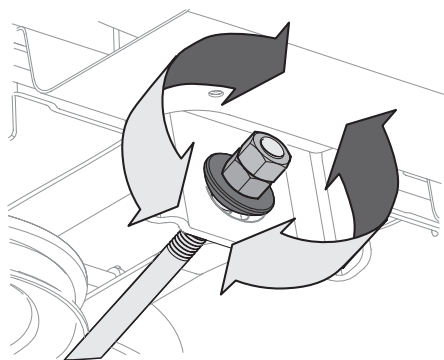

Figura 29
- Para **elevar** el frente de la plataforma, afloje la tuerca exterior y luego apriete (rosca hacia adentro) la tuerca interior contra el soporte de suspensión delantera. Consulte la Figura 29. Cuando se logre el torque correcto, vuelva a apretar la tuerca exterior hasta 25-30 pies-libras (34-41 N·m).
- Para **bajar** el frente de la plataforma, afloje la tuerca exterior y luego afloje (rosca hacia afuera) la tuerca interior, alejándola del soporte de suspensión delantera. Consulte la Figura 29. Cuando se logra el ajuste correcto, vuelva a apretar la tuerca exterior.